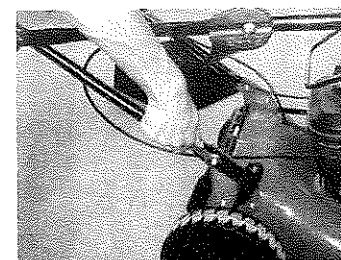

Fig 1a
1. Fijar las barras inferiores en el cuerpo de la unidad con una llave adecuada. (Fig. 1a)